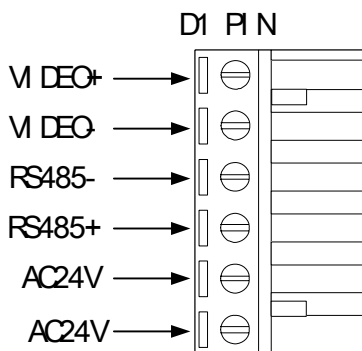

Figura 14
- 9) Conecte los cables de control del domo (vea la Figura 14).